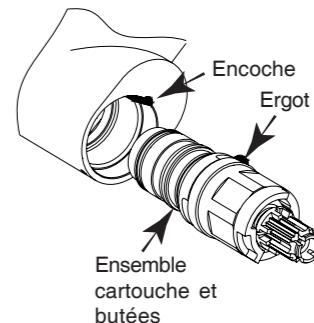

Fig. 8
- Engager l'ensemble cartouche et butées dans le corps en orientant l'ergot avec l'encoche (fig. 8).